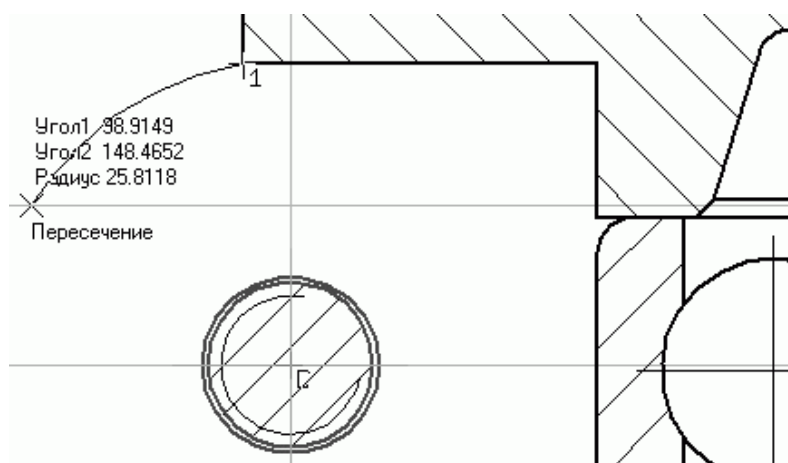

Рис. 2.95. Построение дуги – основания бобышки корпуса
4. Теперь приступим к созданию изображения основания бобышки, выступающего за крышку и плавно переходящего во фланец. Для этого используйте инструмент Дуга на панели Геометрия. Эта команда строит дугу по ее центру и двум точкам. Пользуясь привязками, в качестве центра дуги укажите центр только что построенного сечения болта. Начальной точкой дуги будет левый нижний угол сечения крышки. Конечную точку разместите на вспомогательной прямой, обозначающей край фланца, для чего воспользуйтесь привязкой Пересечение (рис. 2.95). Завершите выполнение команды.